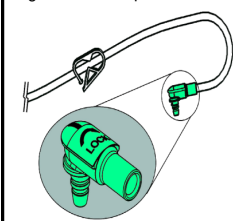

Figure 3: Ballonnet Orifice de gonflage
2. Avant de placer le bouton MiniACE[®] gonfler le ballonnet à travers l'orifice du ballonnet (voir Fig 3) à l'aide d'une seringue Luer-Slip avec de l'eau distillée jusqu'au volume de remplissage recommandé. Le volume de remplissage recommandé peut être trouvé sur le tableau 1 ou imprimé sur l'orifice du ballonnet du dispositif. Retirer la seringue et vérifier l'intégrité du ballonnet en pressant doucement le ballonnet afin de vérifier s'il y a des fuites. Procéder à un examen visuel du ballonnet pour s'assurer de sa symétrie. Vérifier que le dimensionnement est approprié pour la longueur mesurée. Réinsérer la seringue et soutirer l'eau du ballonnet après l'inspection.